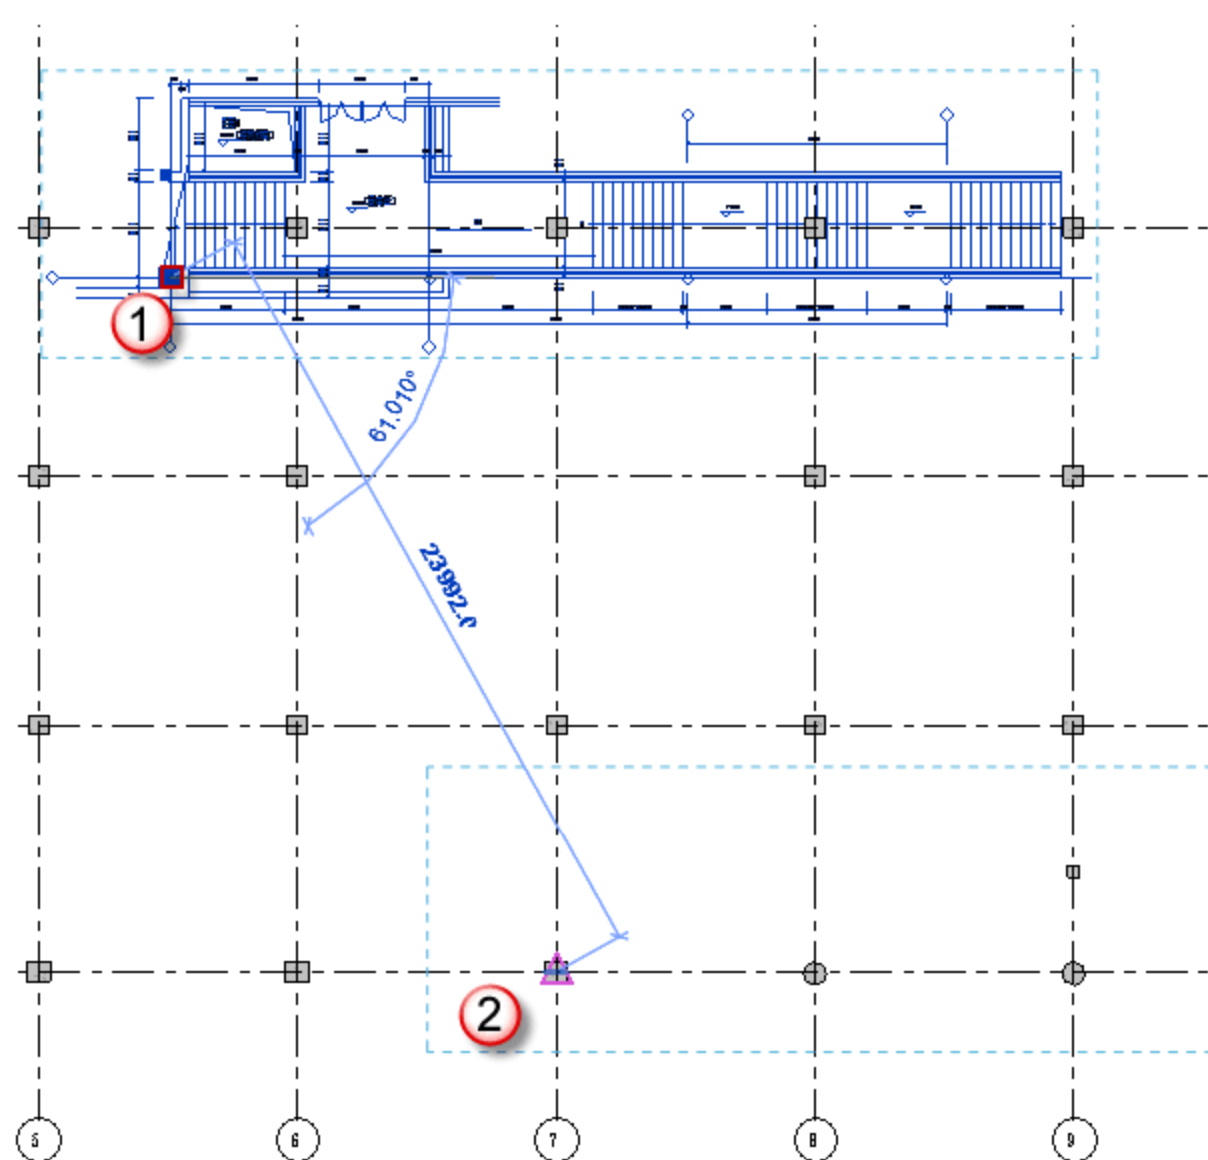

图 11.2.66 对齐1号室外台阶二层平面图
(3) 对齐 CAD 图。选择导入的 1 号室外台阶二层平面图，按快捷键 M+V，移动光标捕捉 CAD 图中轴线交汇处柱的一个端点“1”点，使用鼠标滚轴中键放大视图后移动到 A 轴与 7 轴柱处的“2”点，移动到端点对齐后，放置 CAD 图，如图 11.2.66 所示。选择导